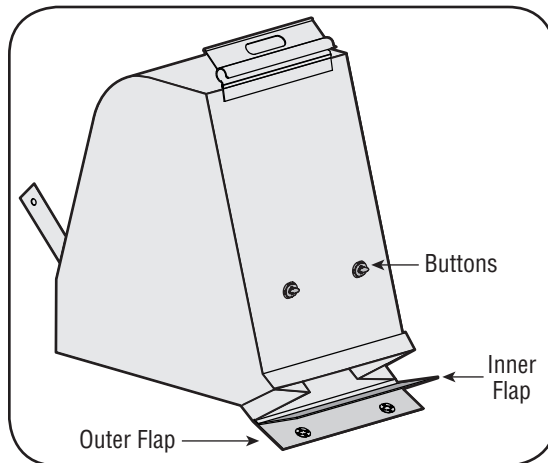

Figura 4-5
5. Gire los dos botones de la parte posterior de la bolsa para abrirla y vaciar el contenido. Vea la figura 4-5. Sostenga la manija y el broche de la bolsa mientras vacía el contenido.
7. Doble la aleta exterior sobre la aleta interior e inserte los botones de la bolsa a través de las salidas metálicas. Vea la figura 4-5.